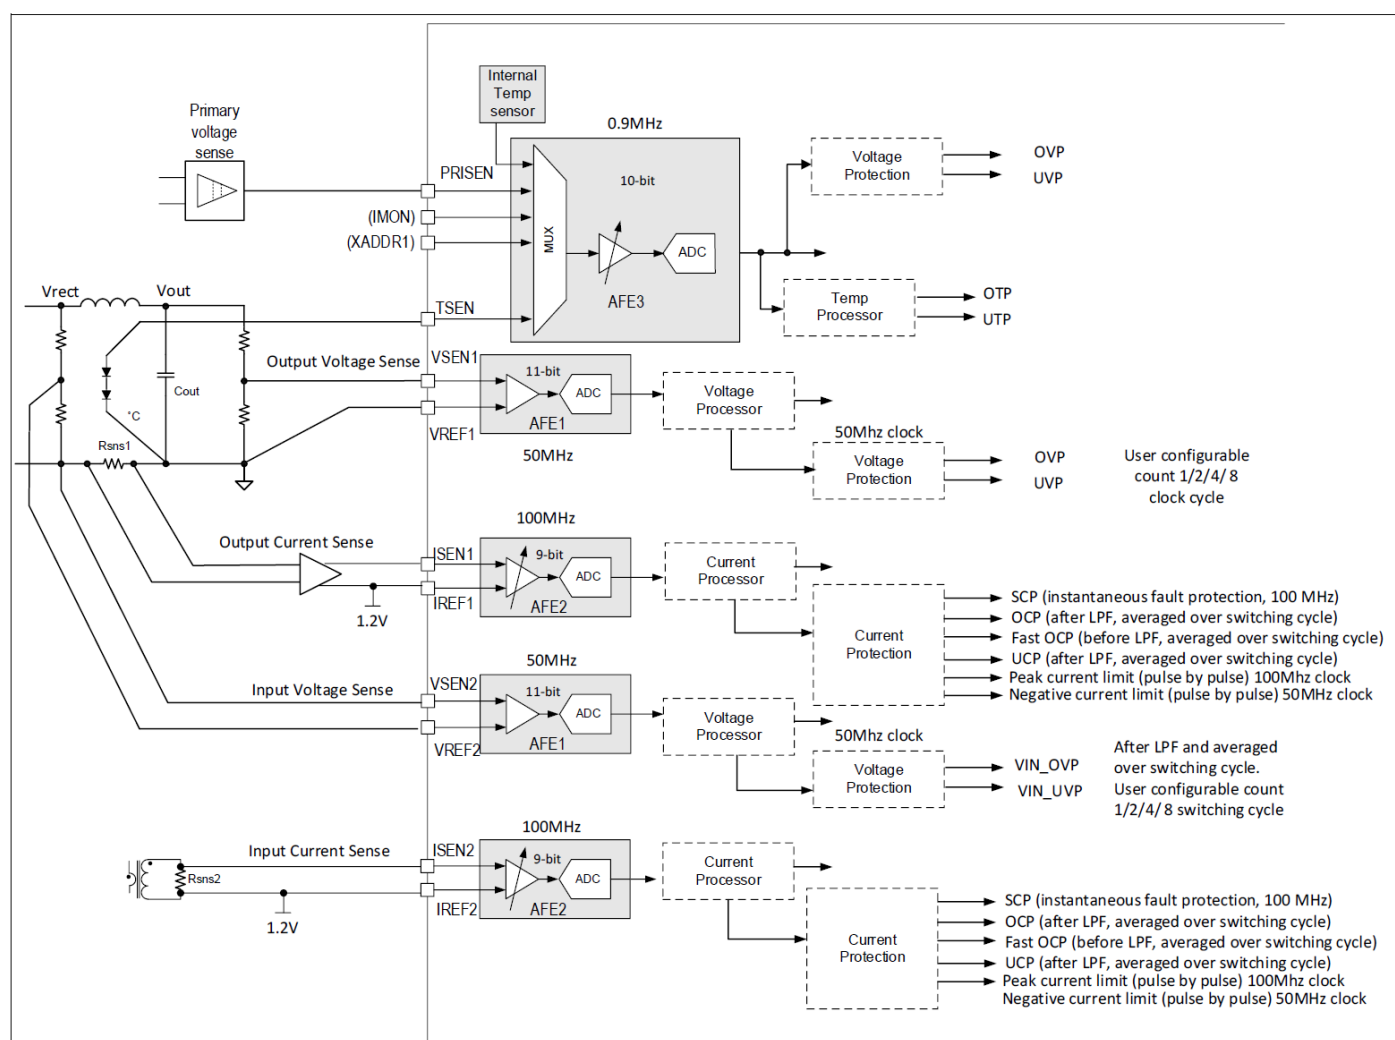

图 33 保护框图
硬件 (HW) 保护框图如图 33 所示。控制器实现了所有故障保护，无需使用外部比较器。